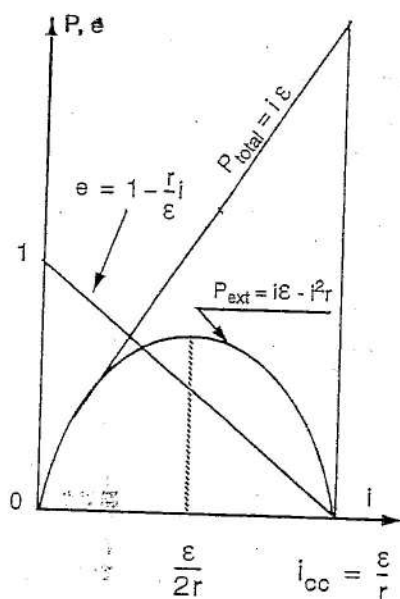

Figura 4
4. Con los valores de i y conociendo las constantes ϵ y r , grafique $P = f(i)$ similar al de la figura 4. Cuál es la resistencia para la cual la "potencia exterior" es la máxima.